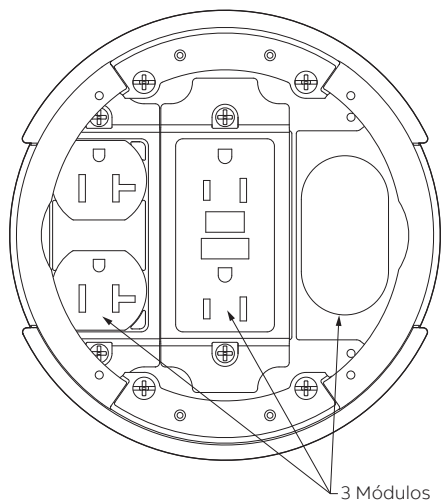

Figura 14
- 6.1 El dispositivo Poke-through **NO PUEDE** girarse ni retirarse después de ser insertado en el orificio. Confirme la orientación correcta de los dispositivos antes de instalar la caja de piso en el orificio del piso (consulte la Figura 14).